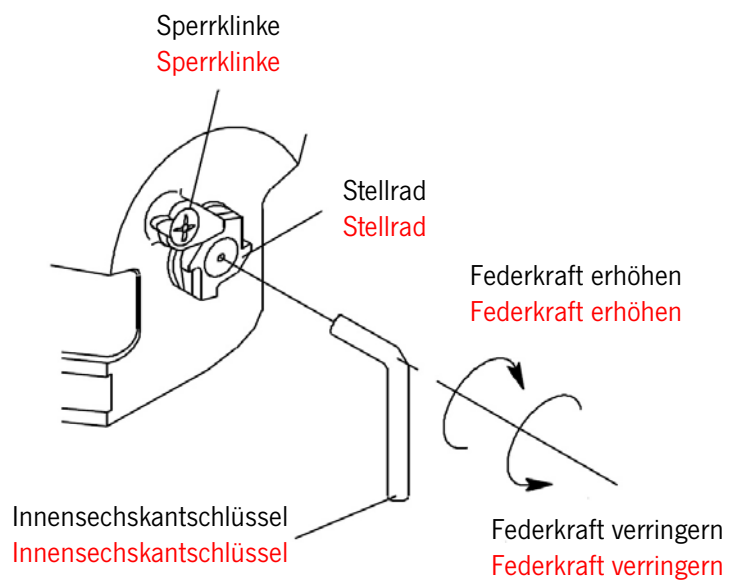

Fig. 9
b) Démontez le cliquet (8) et retirez l'arbre de transmission (7) du boîtier (1).
c) Retirez les vis (22) et soulevez le couvercle du boîtier (21).
d) Retirez le bloc ressort (19) du boîtier avec le tambour à câble (11).
e) Retirez les goujons filetés (17) du tambour à câble (11) puis enlevez le câble (12).
f) Insérez le nouveau câble dans le tambour à câble et fixez à l'aide des goujons filetés (17).
g) Placez le bloc ressort (19) dans le boîtier à l'aide du tambour à câble (11).
h) Placez l'arbre de transmission (7) dans le boîtier (1).
i) Fixez le couvercle du boîtier (21) à l'aide des vis (22) sur le boîtier (1).
j) Fixez le cliquet (8) à l'aide des vis (9). Une fois le montage effectué, régler la tension du ressort (voir Fig. 9) sur la charge souhaitée.